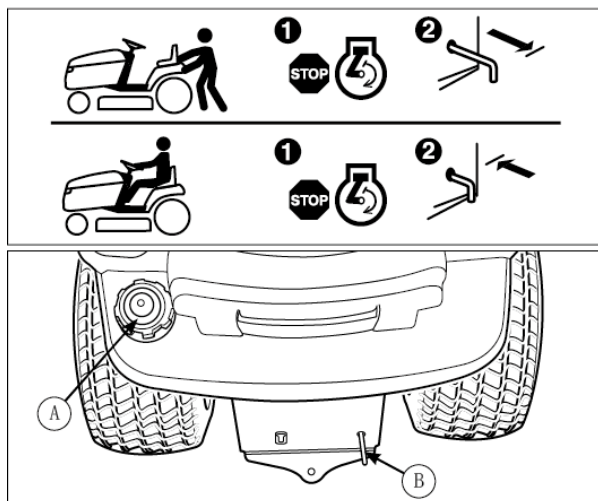

図 6 トランスミッション解除レバー
2. トランスミッション解除レバー（図 6 の B）を芝刈機後方へ引きます。